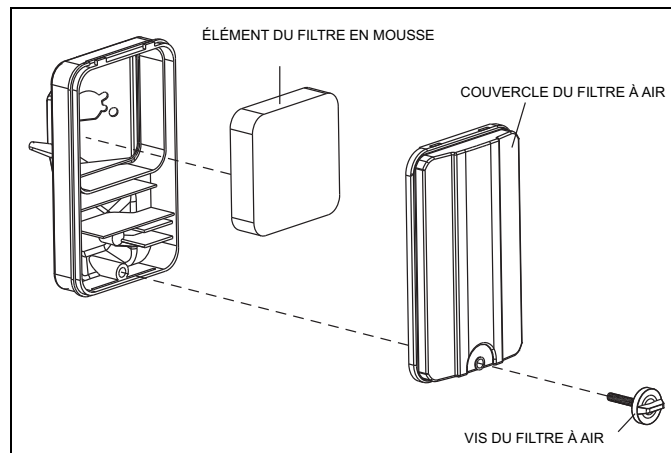
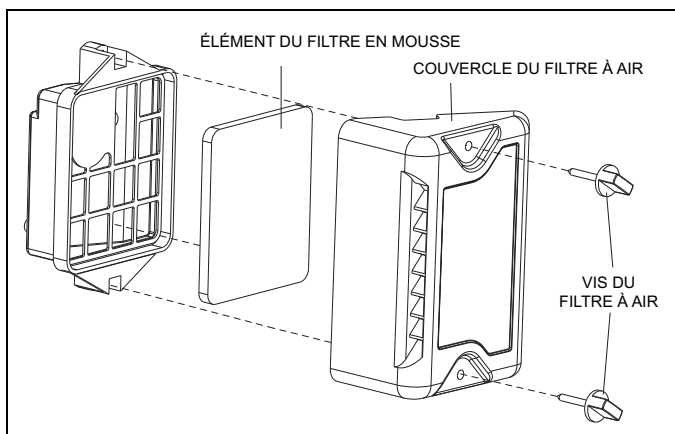

Figure 6-6. Entretien du filtre à air du modèle ST20
Figure 6-5. Entretien du filtre à air du modèle CW15
1. Retirez la ou les vis du filtre à air, puis enlevez le couvercle du filtre à air (Figure 6-5) et (Figure 6-6).